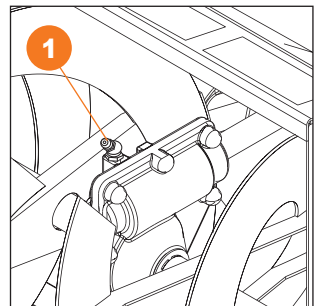

Рис. 23
- Во время обслуживания редуктора самостоятельно, снимите заглушку или открутите болт-заглушку **1**, добавьте 30-50 гр. консистентной смазки и установите заглушку на место (Рис. 23).